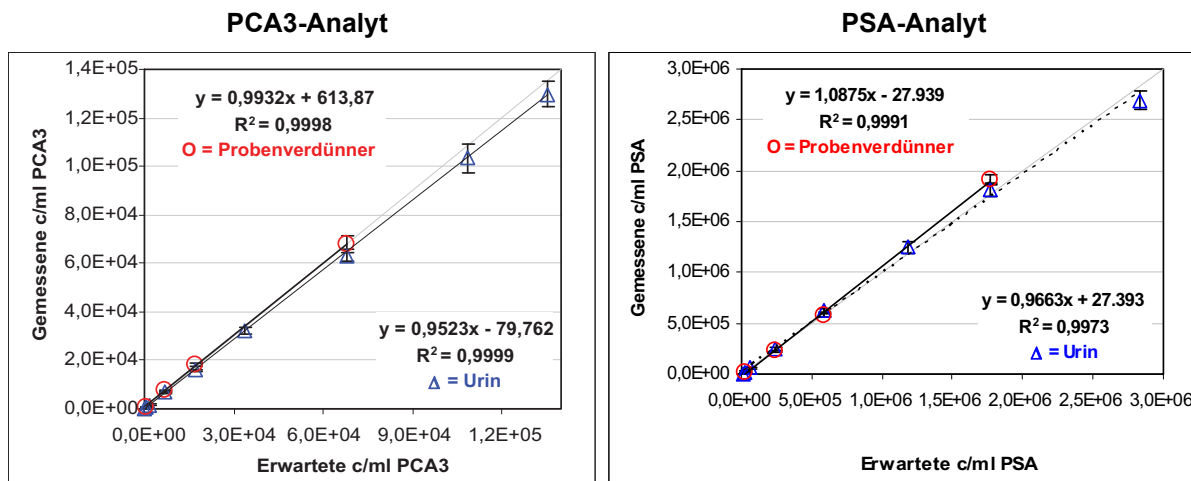

Abbildung 4. Linearität des Progensa PCA3 Assays für PCA3- und PSA-Analyte
Der lineare Bereich des Progensa PCA3 Assays wurde gemäß CLSI EP6-A (2003) (8) auf der Grundlage der linearen Regressionsanalyse (kleinste Quadrate) bestimmt. Zwei Sätze Verdünnungsreihen wurden von Proben, die hohe PCA3- und PSA-RNA-Konzentrationen aufwiesen, hergestellt. Ein Satz wurde in behandeltem weiblichen Urin verdünnt und ein Satz wurde in Probenverdünner verdünnt. Die Verdünnungen erstreckten sich über den gesamten Assay-Gültigkeitsbereich zwischen dem niedrigsten und dem höchsten positiven Kalibrator für jeden Analyten. Mit dem Assay gemessene Ergebnisse für den PCA3-Analyten und den PSA-Analyten zeigten eine direkte proportionale Beziehung zwischen den getesteten Verdünnungen und den berichteten Analyt-c/mL. Es trat kein signifikanter Verdünnungsmatrixeffekt auf. Siehe Abbildung 4.